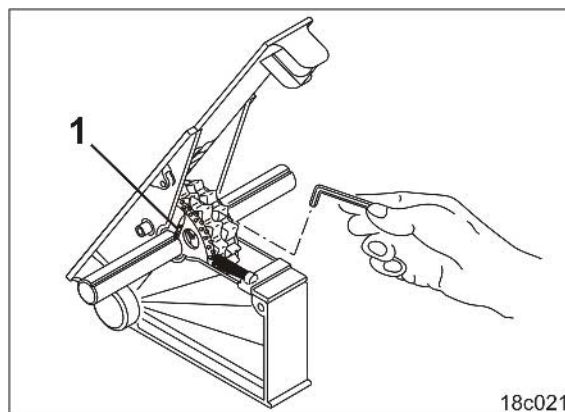

Fig. 227
5. Løsn gevindstifterne (Fig. 227/1) på de nye køresporssåhjul, indtil de nye køresporssåhjul kan drejes frit på såakslen.